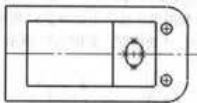

图 2-50 顶视图
(7) 选取如图 2-50 中所示的顶视图，单击 2D 到 3D 工具栏中的  (下视) 工具，完成草图 3 的绘制。